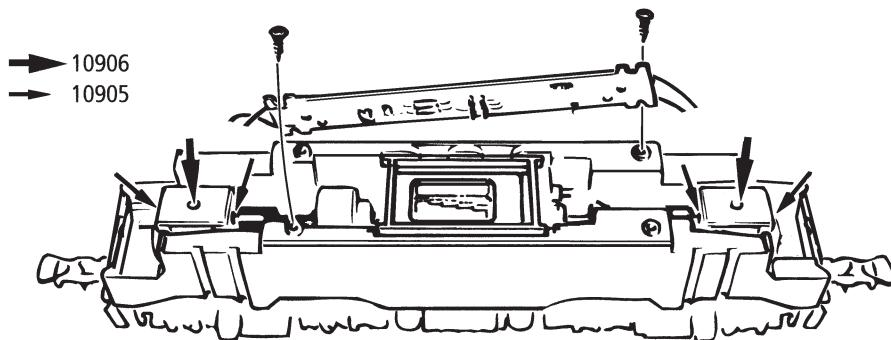
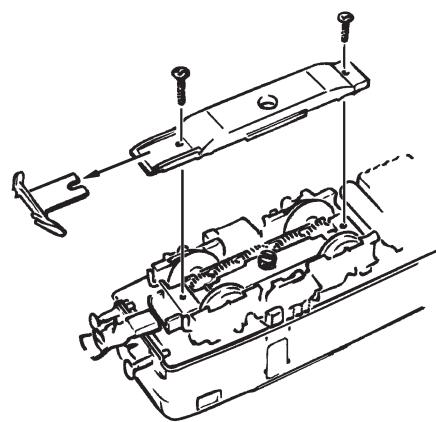

Fig. 6
Fig. 7
3. Change of traction tyre: Remove the gear cover (fig. 6). Take out **wheel set** and remove **traction tyre** using a pin or a fine screwdriver (fig. 7). When pressing on the new traction tyre please **avoid twisting it**.
3. Échange des bandages d'adhérence: Démontez d'abord **le couvercle du carter des engrenages** des en-grenages (fig. 6). Délogez ensuite les essieux ban-dagées et enlevez, à l'aide d'une aiguille ou d'un tourne-vis fin, les bandages d'adhérence (fig. 7). Lors du montage des nouveaux bandages veuillez veiller à ce que les bandages **ne soient pas tor-dues**.